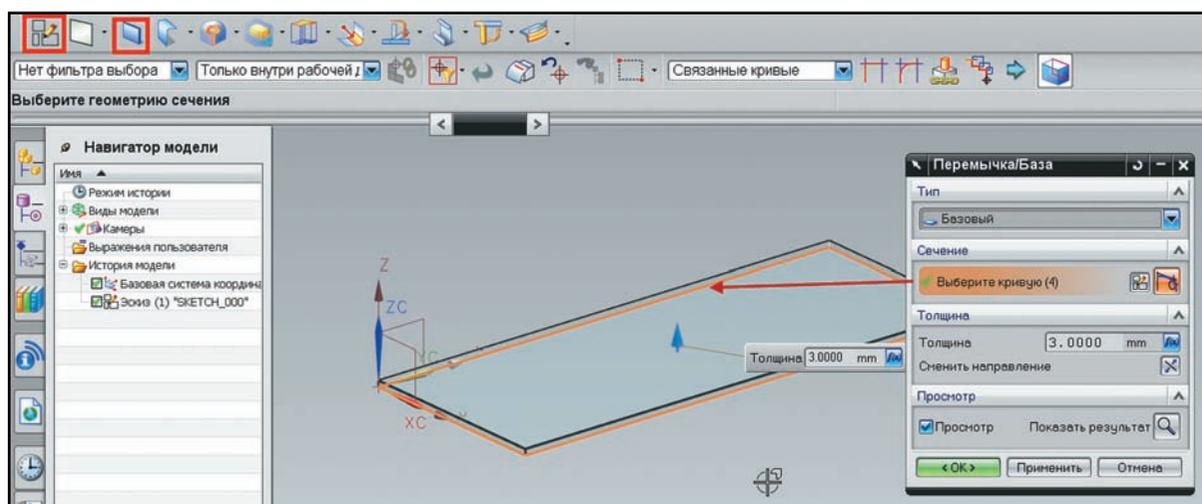

Рисунок 5.3. Создание основания
- Выберите построенный эскиз и обратите внимание, что величина толщины элемента уже задана – был применен параметр материала, назначенный в настройках (рис. 5.3). Вы можете переопределить назначенную толщину для данного элемента построения модели, нажав на значок формулы параметра **Толщина (Thickness)** и выбрав пункт меню **Использовать локальное значение (Use Local Value)**. Это отвяжет параметры данного элемента от общих настроек материала. Как уже говорилось, это бывает необходимо в очень редких случаях, поэтому оставьте величину толщины неизменной и закончите построение базового элемента нажатием кнопки **ОК** в диалоге.